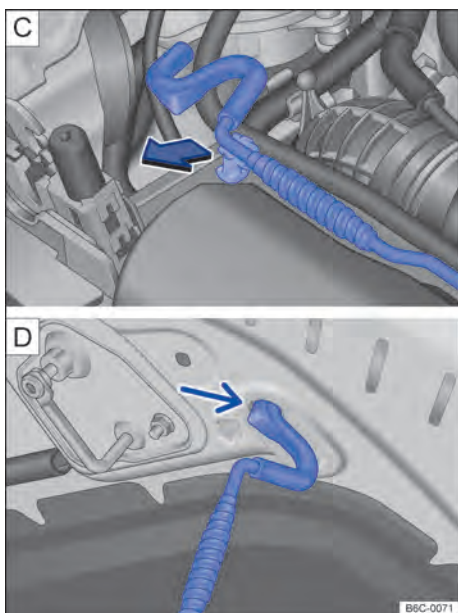

Fig. 183 [C] Haste de sustentação da tampa do compartimento do motor. [D] Tampa do compartimento do motor apoiada na haste de sustentação.
- Retirar a haste de sustentação do suporte no sentido da seta → Fig. 183 [C] e posicioná-la na abertura na tampa do compartimento do motor → Fig. 183 [D].
- Retirar a haste de sustentação do furo → Fig. 183  e encaixá-la no suporte do fecho → Fig. 183 .